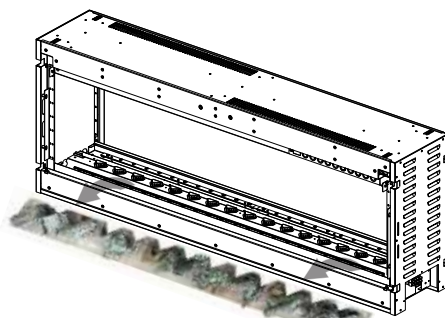

Fig. 4-7
- C. Retirez l'ensemble de bûche (**Fig. 4-7**).